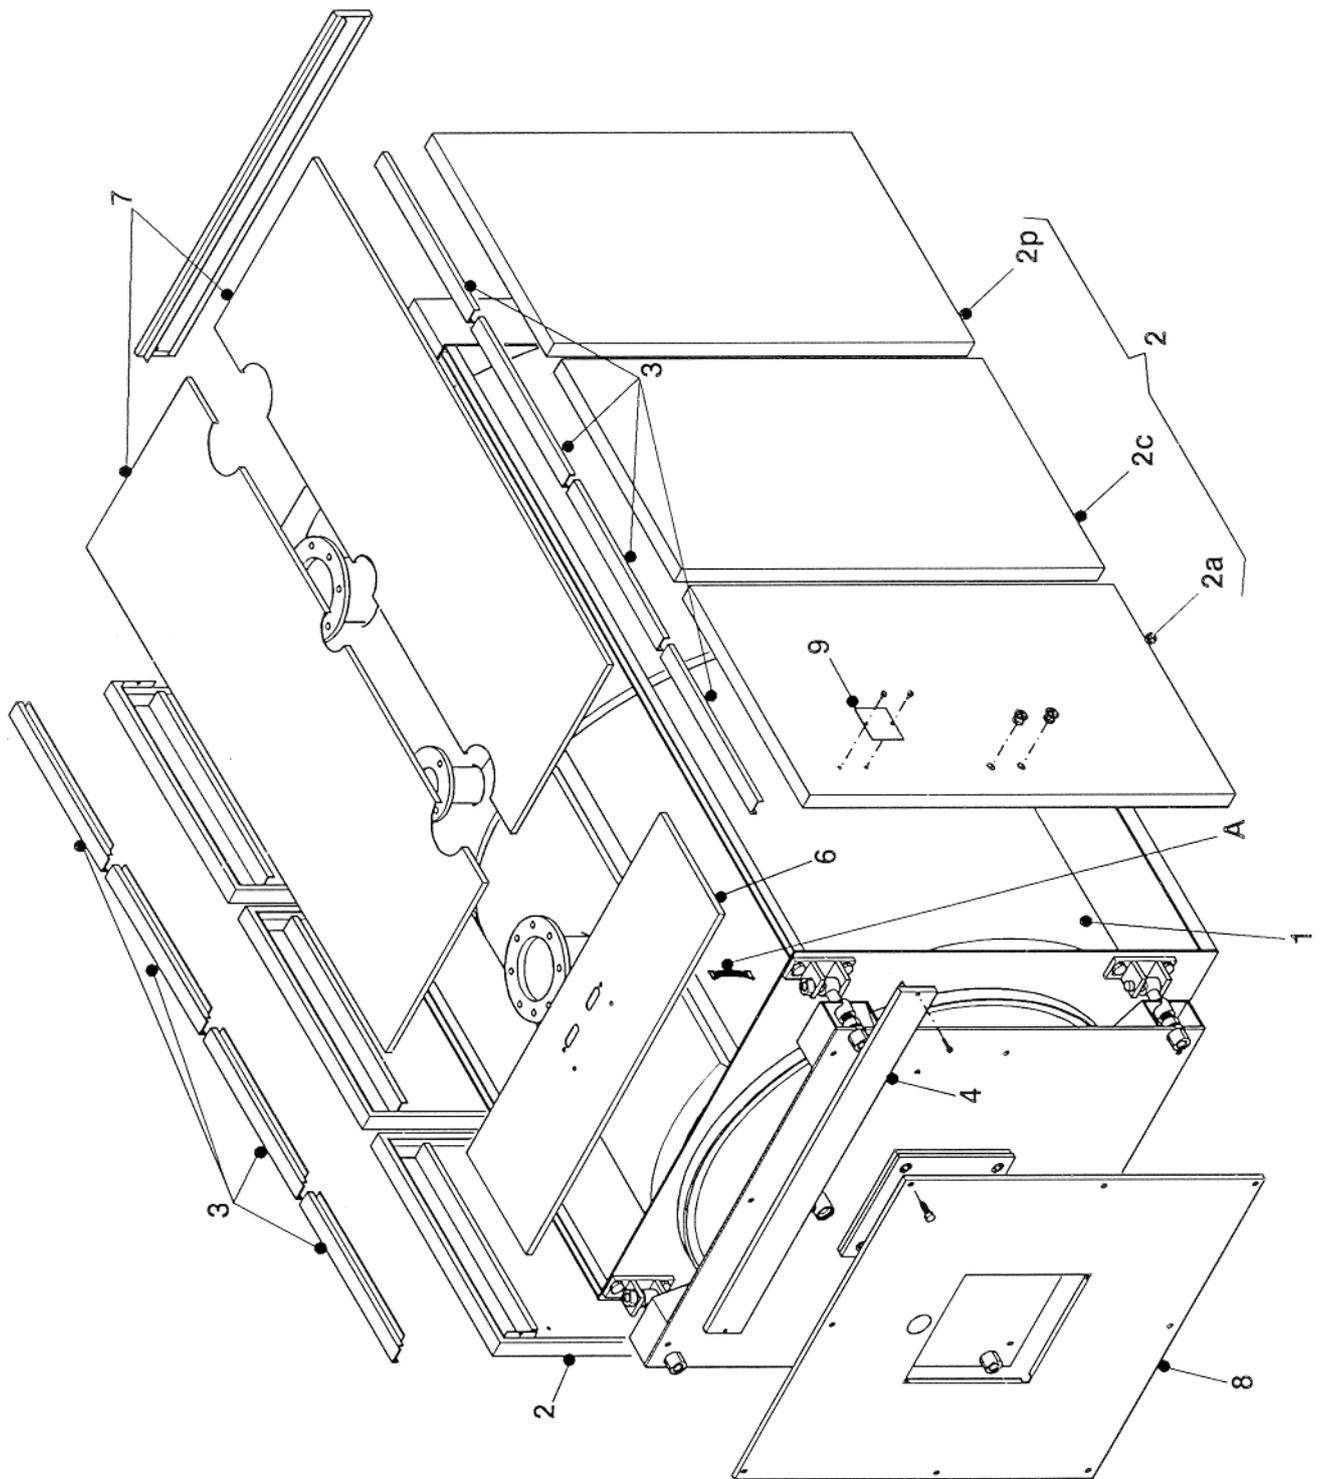

fig. 10
N.B. Per il modello NOVA PREX 1400 (rif. fig.10), il mantello e l'isolamento sono contenuti in 3 imballi marcati:
N.B. Per i modelli compresi tra NP1850 e NP3000 (rif. fig.10), il mantello e l'isolamento sono contenuti in 4 imballi marcati:
**Sequenza di montaggio (Rif. fig. 10)**
A) Montare l'isolamento (pos. 1) del corpo caldaia e fissare i 2 lembi di giunzione con le mollette elastiche ("A" fornite nella scatola accessori) agganciandole alla parte esterna in tessuto dell'isolamento.
B) Posizionare i pannelli laterali (pos. 2): l'aggancio superiore a "L" va inserito nel profilo ad "U" saldato sulla parte superiore del corpo caldaia. L'aggancio inferiore dei pannelli laterali, va inserito nel profilo ad "L" saldato sulla parte inferiore del corpo caldaia; dopo il montaggio le piastrine forate sulla parte superiore dei pannelli, dovranno trovarsi in corrispondenza delle piastre tubiere del corpo caldaia.
D) Posizionare i profili superiori (pos. 3).
E) Montare i pannellini anteriore e posteriore (pos. 4 e 5) con le viti autofilettanti.
F) Togliere il coperchio del quadro elettrico, fissare il quadro sul pannello superiore anteriore (pos. 6) indirizzando nel foro centrale del pannello i cavi elettrici in entrata ed i capillari delle sonde in uscita. Appoggiare il pannello completo del quadro elettrico sui profili anteriori.